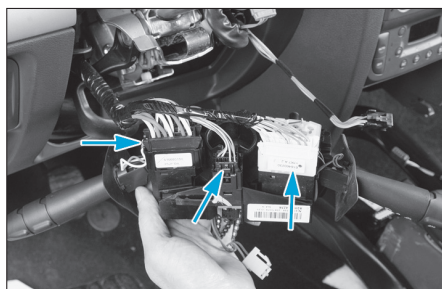

Fig. 24
- les connecteurs électriques du combinéur (Fig.24),